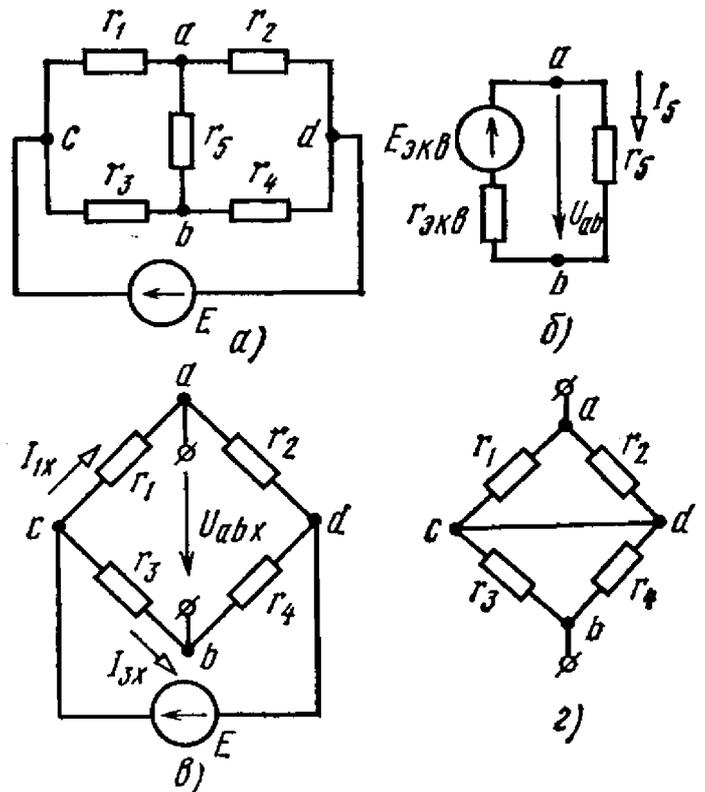

Рис. 1.34
1.34. Определить ток в измерительной диагонали неуравновешенного моста (рис. 1.34, а), воспользовавшись методом экви-
стором r_5 можно заменить воздействием эквивалентного генератора (рис. 1.34, б), у которого $E_{\text{экр}} = U_{abx}$; $r_{\text{экр}} = r_{abvx}$.
Для определения напряжения U_{abx} разомкнем ветвь ab с r_5 (рис. 1.34, в):
Сопротивление $r_{\text{экр}}$ определим по схеме рис. 1.34, г:
Ток диагонали находим из схемы рис. 1.34, б: